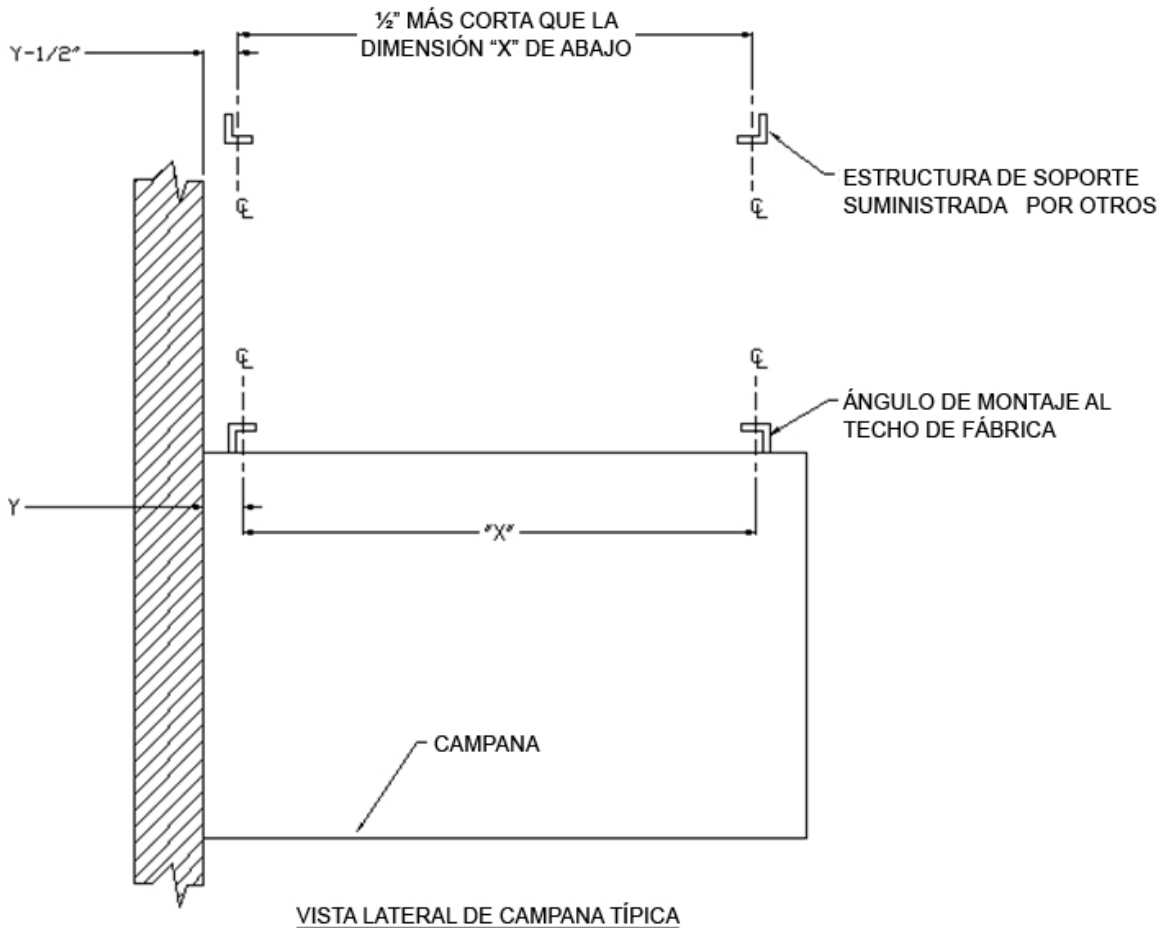

Figura 3
9. El espaciado del orificio para el soporte modificado debe alinearse con el soporte de montaje en la parte superior de la campana. El soporte superior debe estar 1/2" más cerca de la pared trasera que el soporte de montaje de la campana, para empujar la campana hacia la pared. **Vea la figura 3.**